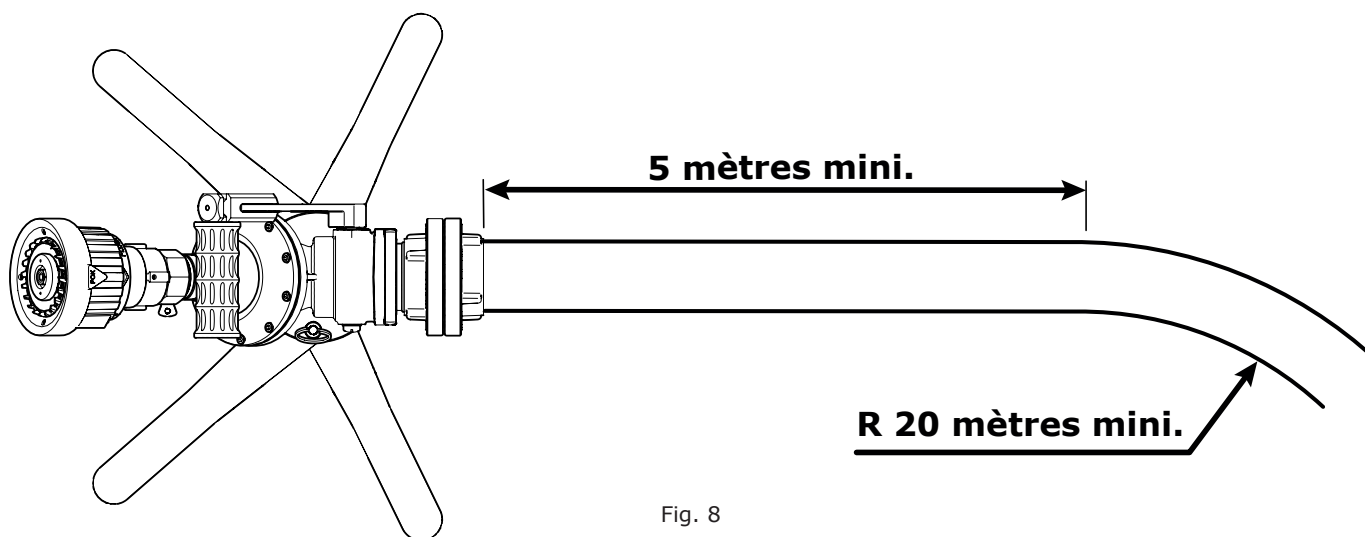

Fig. 8
- **2** - Une longueur droite de tuyau de 5 m doit se trouver derrière la lance (Fig. 8).